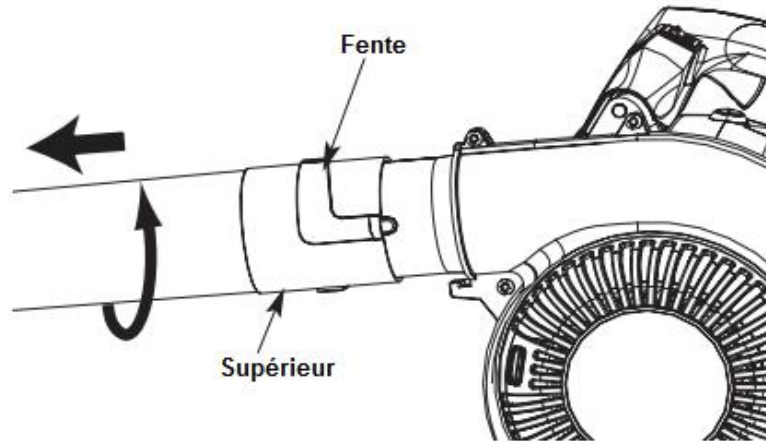

Fig. 3
- Tournez le tube supérieur dans le sens inverse des aiguilles d'une montre jusqu'à ce qu'il se déverrouille de la sortie du souffleur (Fig. 3).